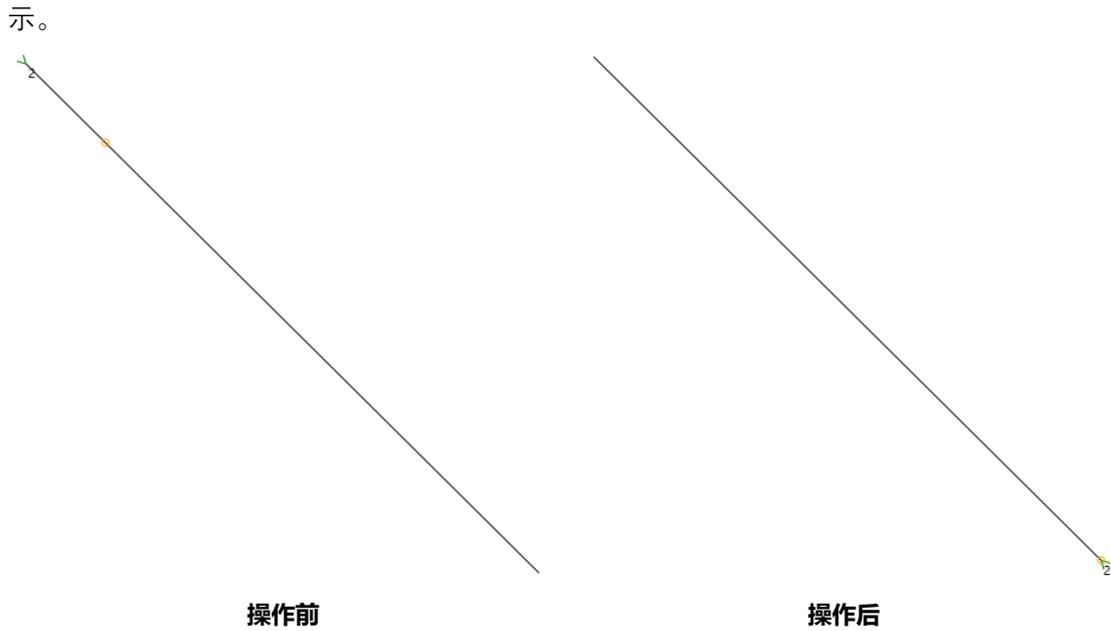

图 5.6.4d 起缝点反向示意
③点击起缝点反向，可以直接设置起缝点的方向与当前方向相反。如下图 5.6.4d 所示。